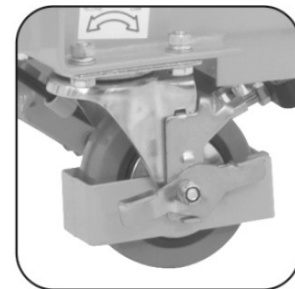

Fig. 6 –
- c. Para travamento das rodas dianteiras, acione os pedais do freio, ver fig. 6.